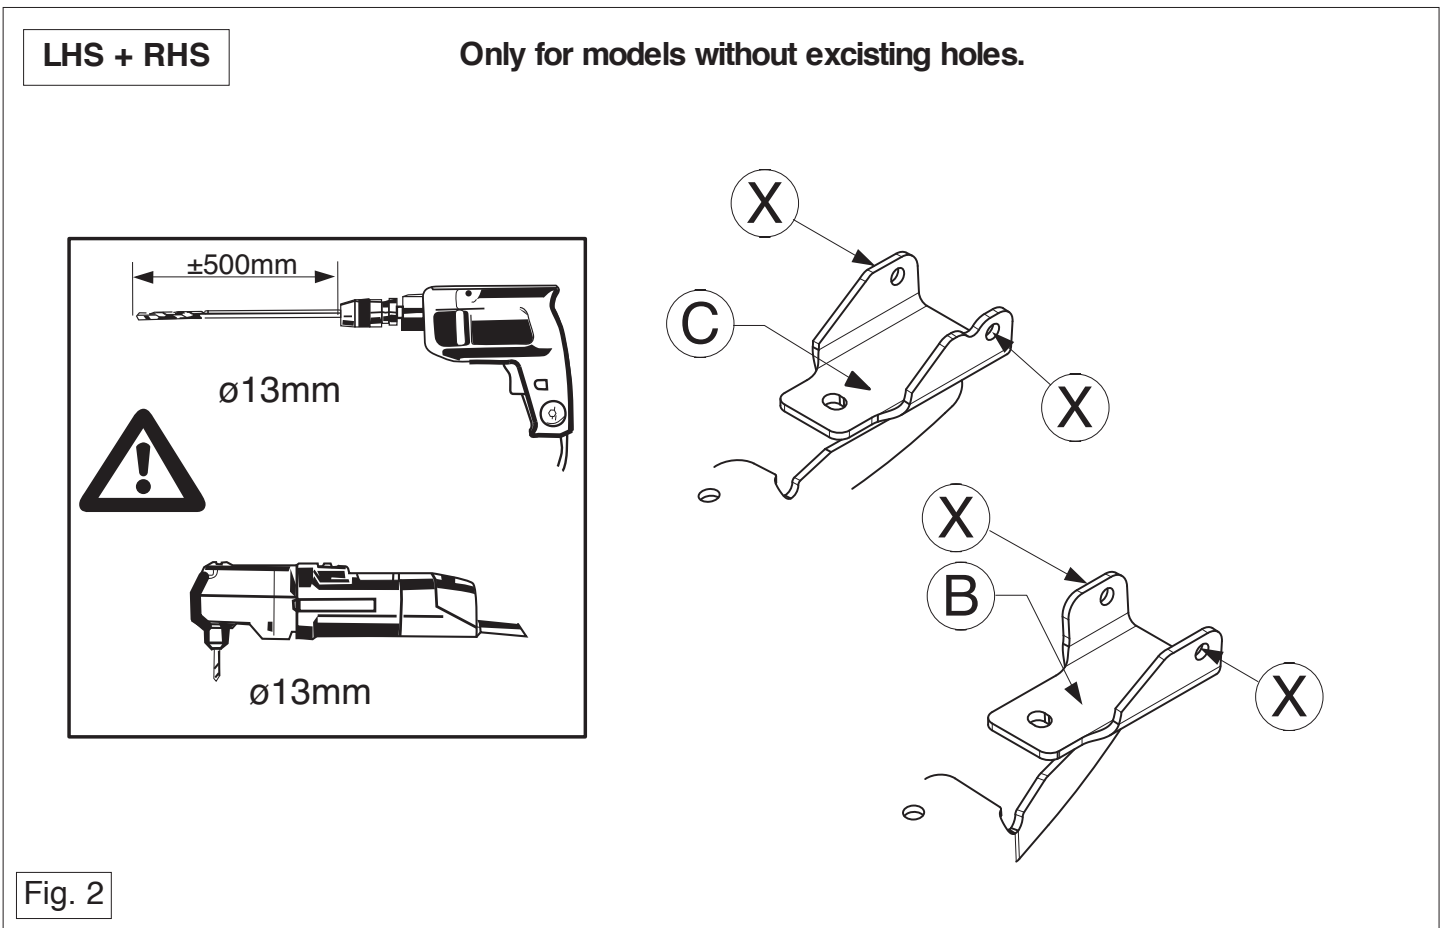

Fig. 2
7. Просверлить отверстия X диаметром 13 мм. См. рисунок 2.
7. Drill 13-mm. holes in X. See figure 2.